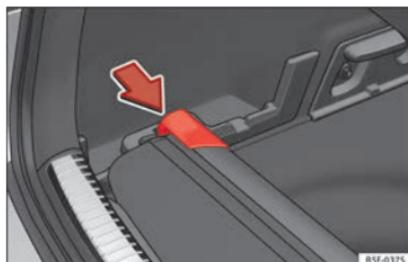

Fig. 123 Nel bagagliaio: Alloggiamento per la riposizione del pianale portaoggetti
- Spingere la testa del pianale portaoggetti nel senso della freccia fino a fissarla nell'apposito alloggiamento » **fig. 123**.